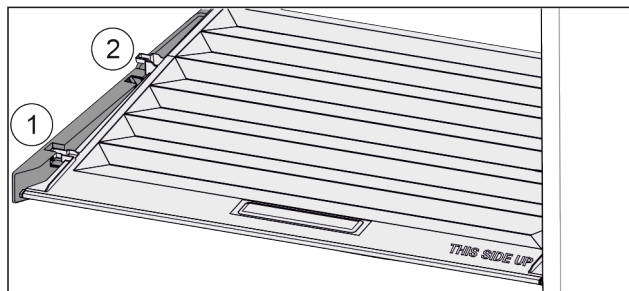

Fig. 89
- ▶ Trageți capacul în față Fig. 89 (1) până la orificiul din piesele suportului.
- ▶ Ridicați în spate de jos și scoateți Fig. 89 (2) în sus.